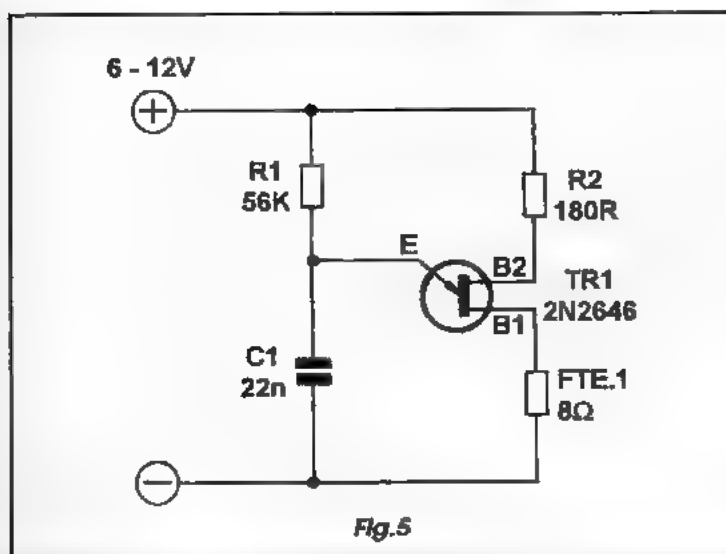

Fig. 5
- FIG. 5 - Um dos mais simples e pequenos geradores diretos de som que se pode implementar com os modernos componentes discretos, é aquele centrado num transistor unijunção (TUI), cujo esquema básico é mostrado no diagrama...! A frequência básica de oscilação é determinada pelos valores de R1 e C1. O som gerado é relativamente fraco, já que a presença de R2 na função de limitador de corrente